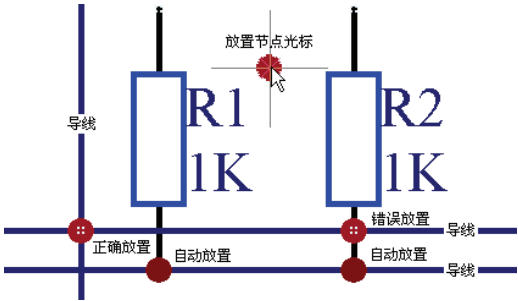

图 7-23 放置节点示意图
(1) 执行菜单命令【Place】→【Manual Junction】。
(2) 出现十字光标并带着节点，如图 7-23 所示。节点的电气连接点在节点中心。将节点移动到两条导线的交叉处单击，即可将节点放置在交叉处，此时两导线就具有了电气连接属性。
(3) 图 7-23 中“T”形交叉的节点由系统自动放置，十字交叉的节点手工放置。其中，导线与导线十字交叉的节点放置正确，导线与 R2 引脚十字交叉的节点放置错误。因为只有两个具有电气属性图件交叉时放置的节点才有效，而元件引脚上的电气点在外侧端点上，其他部位是没有电气连接属性的。